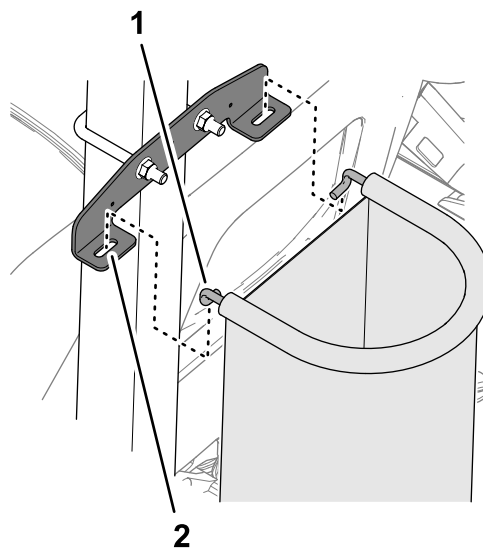

Figura 24
3. Insira os ganchos da barra do capot nas ranhuras no suporte de montagem (Figura 24).